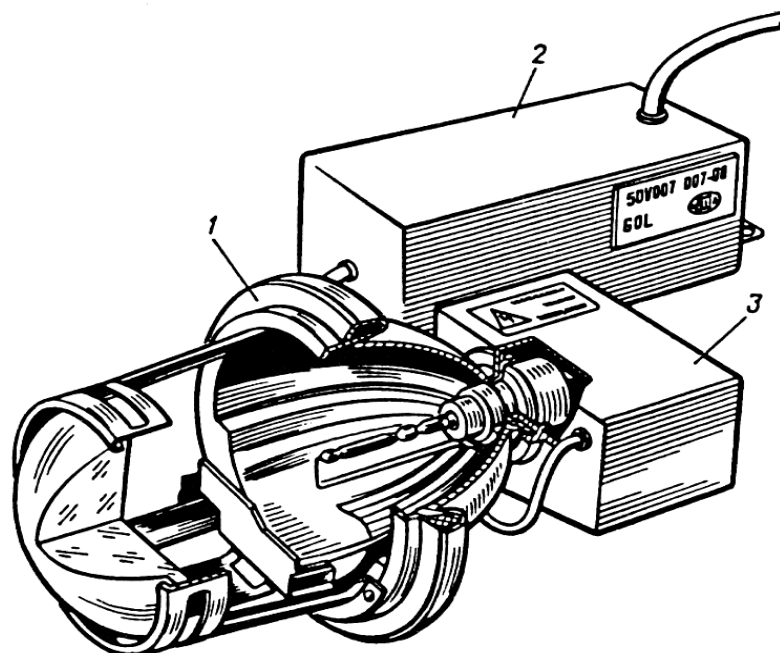

Рисунок 5.6 – Фара с ксеноновой лампой (1), источником питания (2) и преобразователем напряжения (3)
6. Опишите устройство и принцип действия фары с ксеноновой лампой (рисунок 5.6).